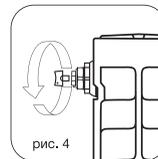

рис. 4
- 7.4. Для удаления воздуха из радиатора в верхний коллектор обязательна установка крана Маевского* или автоматического воздухоотводчика. Для удаления воздуха через кран Маевского необходимо периодически (несколько раз в год) вручную стравливать его с помощью специального ключа* (рис. 4)